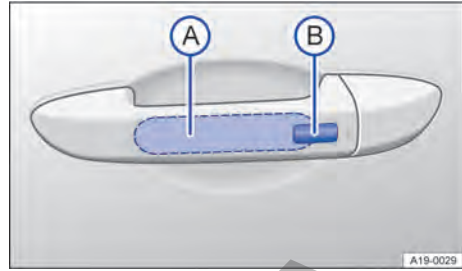

Fig. 69 En la manilla: superficies sensoras.
- Toque la superficie sensora → fig. 69 **A** situada en el lado interior de la manilla de la puerta.
- Toque la superficie sensora → fig. 69 **B** situada en el lado exterior de la manilla de la puerta.
- Adicionalmente, antes de que transcurran 5 segundos, toque una vez el sensor del lado exterior de la manilla de la puerta → fig. 69 **B**. Al hacerlo, no agarre la manilla.
- Mantenga un dedo sobre la superficie sensora → fig. 69  de la manilla de la puerta del conductor o del acompañante durante unos segundos hasta que las ventanillas y el techo se hayan cerrado.